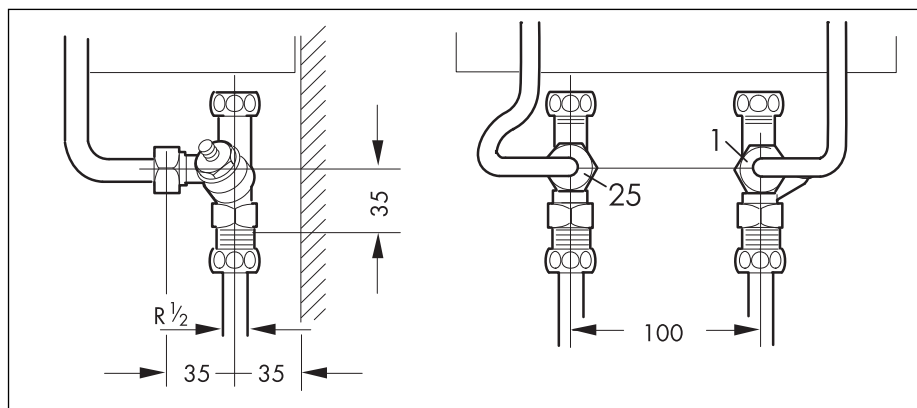

Рис. 5.5 Открытый монтаж, подключение холодной воды к напорной арматуре; Размеры в мм
5.5.4 Открытый монтаж при удаленных водоразборных точках (рис. 5.5)
Колпачки прилагаемых присоединительных патрубков переставить на вторую короткую резьбу и соединить открыто проложенные трубы теплой и холодной воды, как показано на рис. 5.5, с прибором.
- для присоединения холодной воды через смеситель, как показано на рис. 5.5 и 5.7.
- только для прямого отбора воды, как показано на рис. 5.5 и 5.7